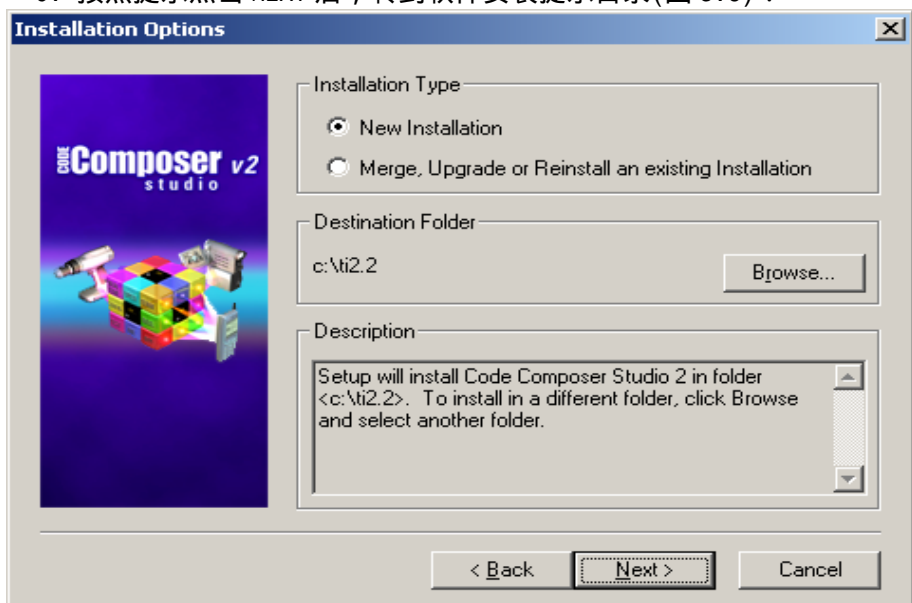

图 3.6 CCS5000 软件安装示意图 3
C. 按照提示点击 NEXT 后，转到软件安装提示目录(图 3.6)：
- D. 图 3.6 中可以选择把开发软件安装在不同的目录下，通过“Browse”按钮选择。